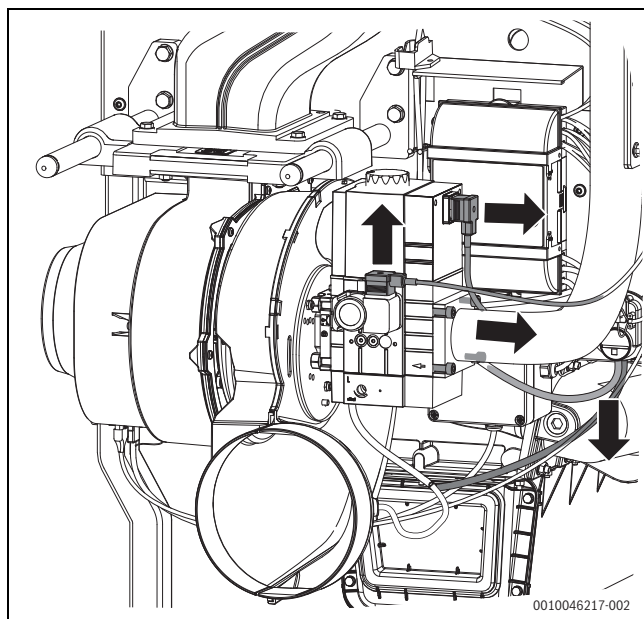

Fig. 60 Soltar fichas, mangueiras e tubos de gás
- ▶ Retirar os 4 parafusos no flange do tubo de alimentação de gás (→fig. 60).
- ▶ Remover a ficha do dispositivo de controlo do gás (→fig. 60).
- ▶ Retirar as mangueira do controlador de pressão diferencial (→fig. 60).